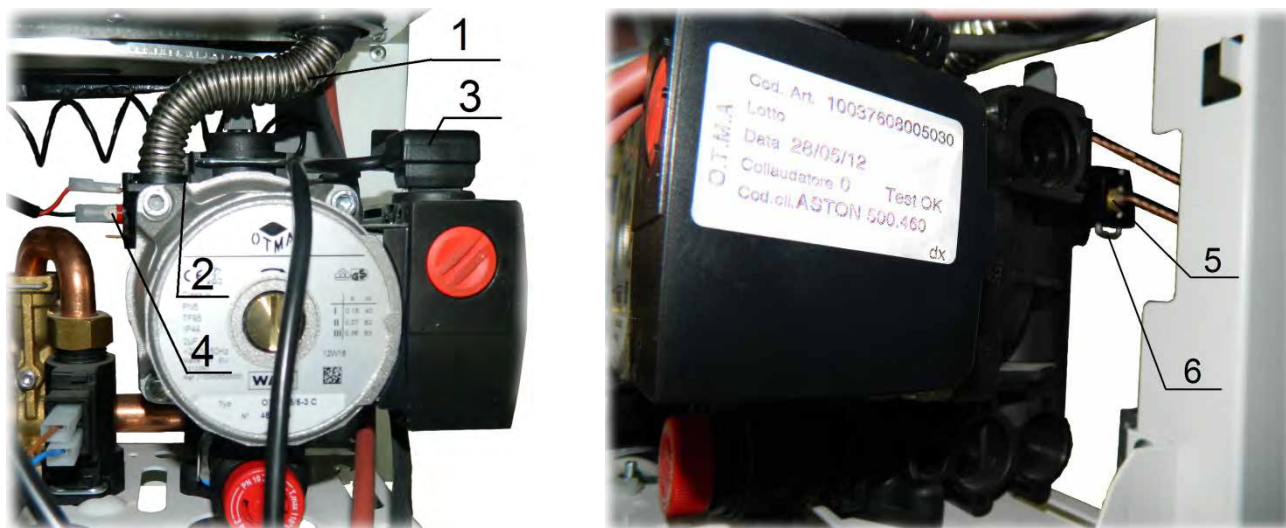

Рис. 25. Демонтаж насоса
- 5) снять скобу 2 (см. Рис. 25) крепления трубы 1 с патрубком насоса и вынуть трубу вверх;